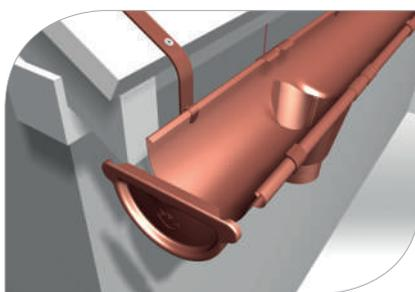

рис. 29
- 3.13 На концах желобов установить заглушки с прокладками **(рис. 29, 30)**